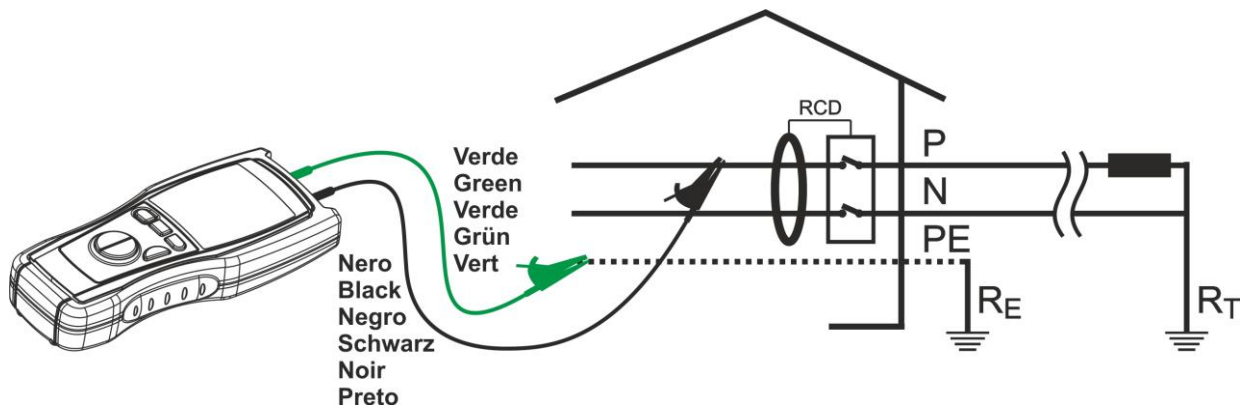

Fig. 14: Connessione dei terminali dello strumento in prova AUTO
5. Collegare il terminale verde dello strumento al conduttore di protezione (terra) ed il conduttore nero al cavo di fase (vedere Fig. 14) o inserire la spina shuko nella presa